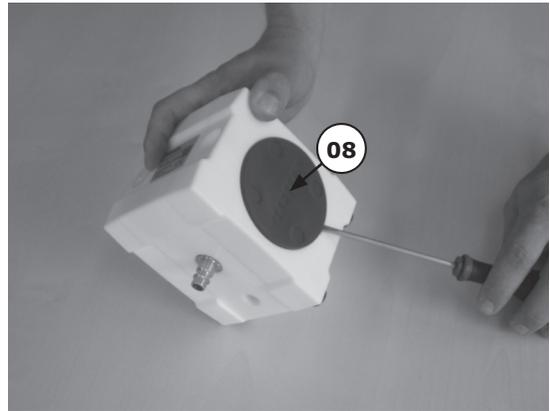

Figure 6
Retirez les capots (08) des corps latéraux (02-03) en introduisant un tournevis dans l'ouverture du corps latéral (voir Figure 6).